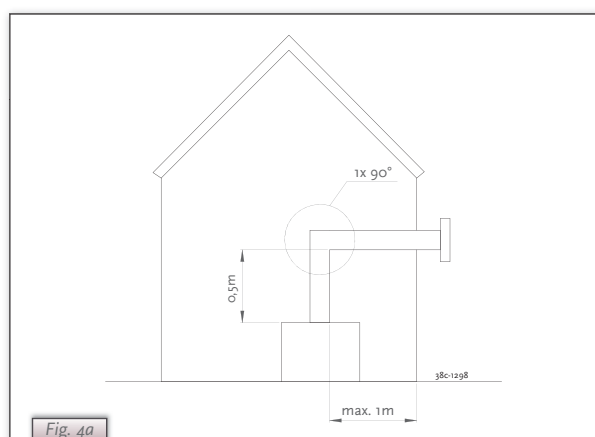

Fig. 4a
Da notare che se si installa un tubo verticale da 1 a max 4 metri, la lunghezza orizzontale massima non dovrebbe superare i 3 metri (esclusa la guida per l'immissione dell'aria; vedi Fig. 4a)
Si noti che se si installa un tubo verticale da 0,5 mt sull'apparecchio, la lunghezza orizzontale non deve superare 1 metro. La guida dell'immissione dell'aria andrebbe rimossa (vedi 6.8.2). (vedi l'esempio alla Fig. 4a)
b) lunghezza verticale del tubo minima di 1 metro e massima di 4 metri, in combinazione con una curva da 90° ed una lunghezza orizzontale del tubo massima di 3 metri e un condotto a parete (vedi Fig. 4a).